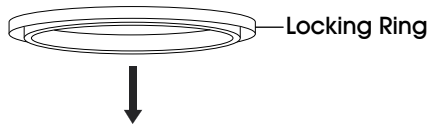

Figure 4
5. Align locking rings evenly over can lids and secure by applying even pressure with a paint can closer. Make sure rings snap into place. (See Figure 4)
5. Alignez l'anneau de verrouillage sur le couvercle du pot et fixez-le en appliquant une pression uniforme à l'aide d'un dispositif de fermeture à pot de peinture. Assurez-vous que l'anneau s'enclenche en position. (Voir Figure 4)